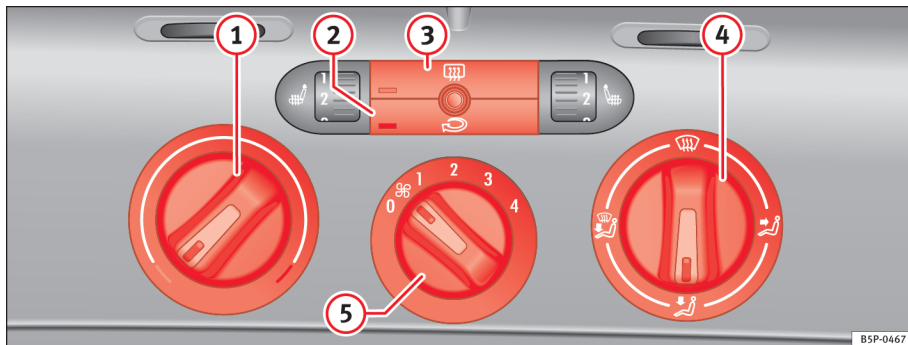

Fig. 126 I instrumentpanelet: betjeningslementer til varmeanlæg
- Du kan indstille temperaturen, luftfordelingen og blæsertrinet med kontakterne ⇒ fig. 126 ①, ④ og ⑤.
- Tryk på knappen ② eller ③ for at aktivere eller deaktivere en funktion. Når funktionen er aktiveret, er der lys nederst til venstre på knappen.